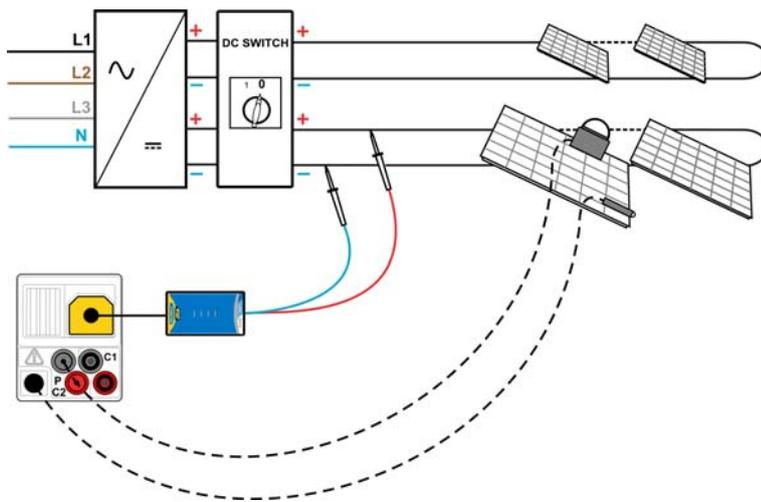

Abbildung 6.17: Uoc/Isc-Prüfung
- **Schließen Sie** das Prüfstück an (siehe Abbildung 6.17).